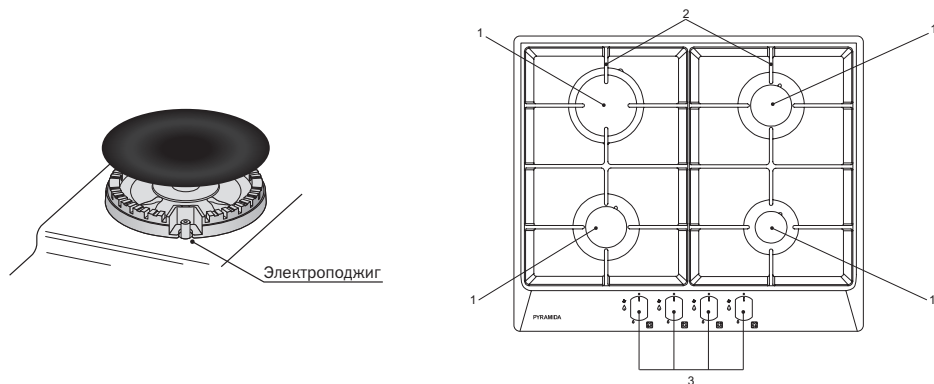

Рис. 11
- Модели с электроподжигом (Рис. 11) оснащены специальными газовыми кранами с функцией электрического поджига. В этом случае символ электроподжига «⚡» изображен около каждой ручки управления. Чтобы зажечь газовую горелку, нажмите на нужную ручку, и поворачивайте ее нажатой против часовой стрелки к позиции «🔥» (сильное пламя). Проходя символ «⚡» активируется электроподжиг. Когда газовая горелка загорится, отпустите ручку.